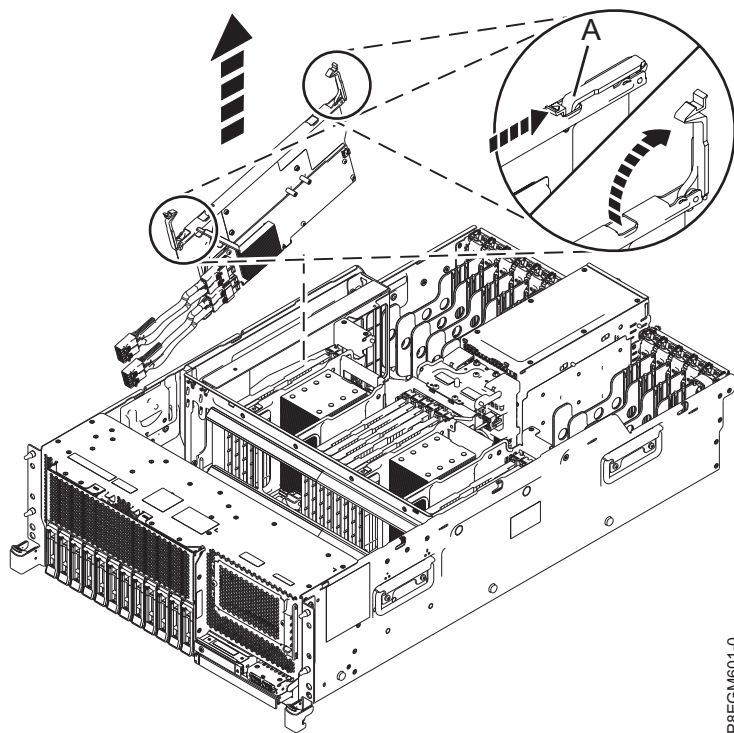

図 13. SAS RAID 内部アダプターの取り外し
5. SAS RAID 内部アダプターの青いハンドル (A) を、図で示された方向に持ち上げます。 17 ページの図 13 を参照してください。